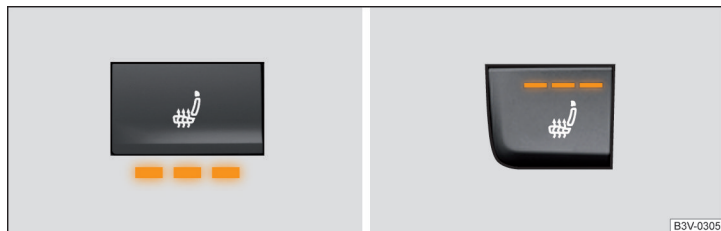

Fig. 81 Encendida la calefacción de los asientos con máxima potencia de calefacción: asientos delanteros / asientos traseros
► Para **encender** la calefacción con la máxima potencia de calefacción » fig. 81, presionar la tecla **🔥** o **🔥**.